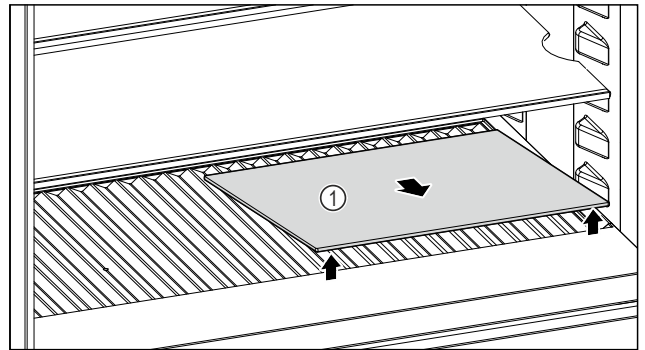

Fig. 155
- Glasplatte Fig. 155 (1) an der Aussparung vorne anheben und herausnehmen.
► Glasplatte Fig. 155 (1) außerhalb des Geräts sicher aufbewahren.